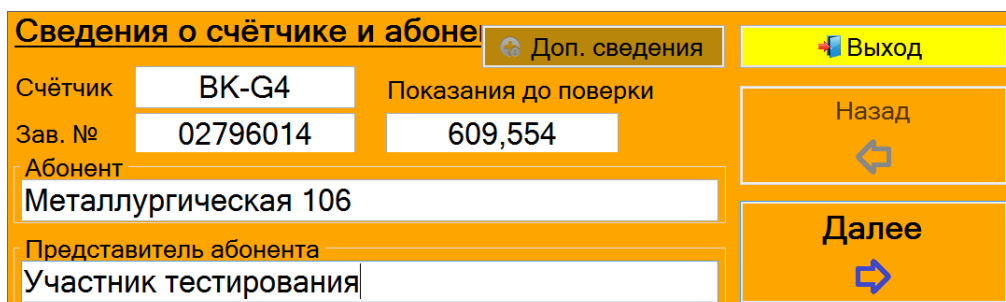

Рисунок 17
1) На первом шаге необходимо задать сведения о счетчике и абоненте, рисунок 17.